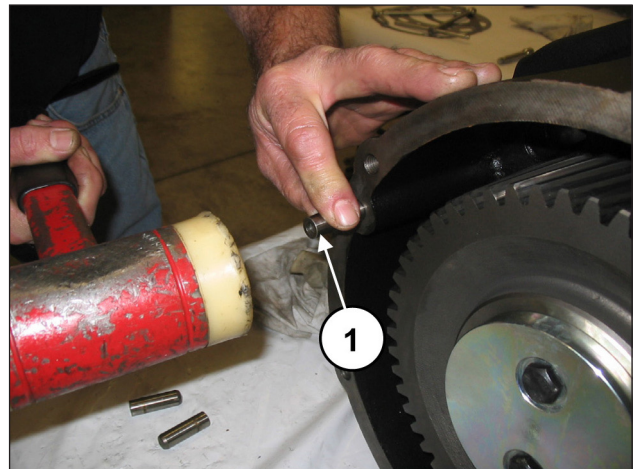
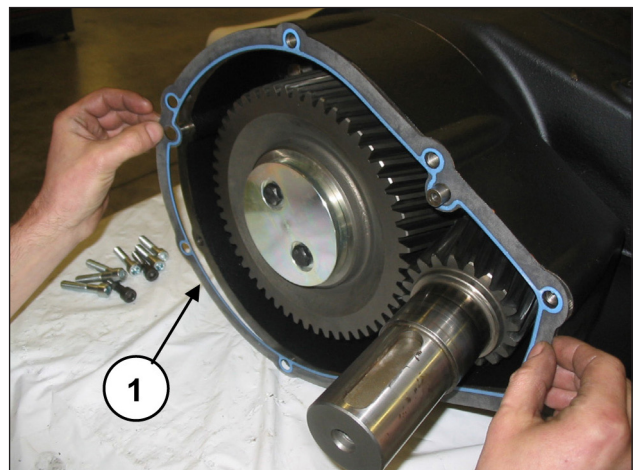

Abb. 64
Abb. 65
Bringen Sie die 3 Stifte Ø12x24 am Getriebegehäuse an (Pos. ①, Abb. 64) und setzen Sie die Dichtung ein (Pos. ①, Abb. 65).